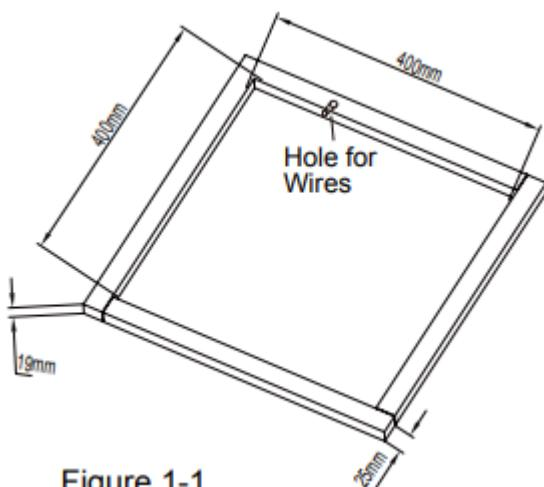

Figure 1-1
Wenn keine Dachentlüftungsöffnung verwendet wird, muss eine neue Öffnung (siehe Abbildung 1-1) in das Fahrzeugdach geschnitten werden. Eine entsprechende Öffnung muss auch in die Innenraumdecke des Fahrzeugs geschnitten werden. Seien Sie beim Schneiden der Deckenöffnung vorsichtig, denn wenn die Deckenöffnung mit Teppichboden ausgelegt ist, kann es zu Verwicklungen kommen. Nachdem die Öffnung im Dach und die Innendecke die richtige Größe haben, muss eine Rahmenkonstruktion zwischen der äußeren Dachfläche und der Innendecke angebracht werden. Die verstärkte Rahmenkonstruktion muss den folgenden Richtlinien entsprechen:
2. Er muss in der Lage sein, die Dachaußenfläche und die Innendecke auseinanderzuhalten und zu stützen, so dass beim Zusammenschrauben der Dachklimaanlage und der Deckenbaugruppe kein Einsturz erfolgt. Ein typischer Tragrahmen ist in Abbildung 1-1 dargestellt.